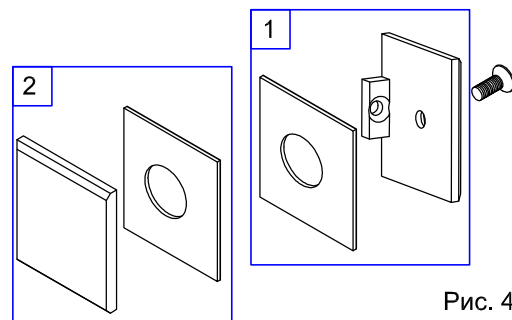
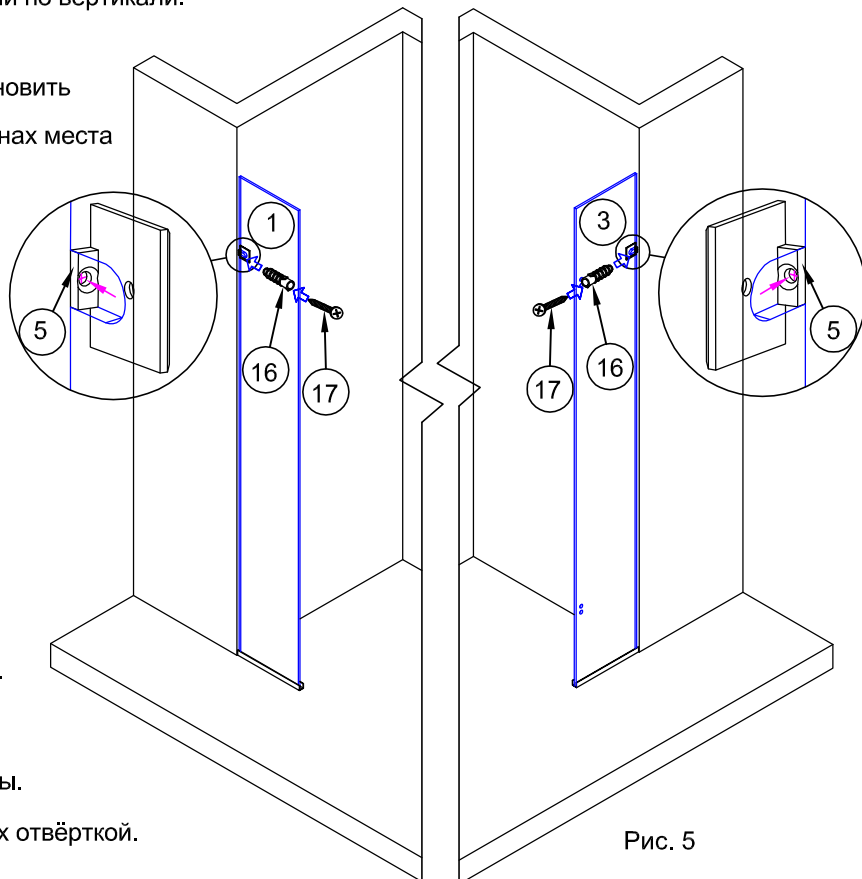

Рис. 4
Рис. 5
2.1. Шестигранным ключом раскрутить держатель стекла №5 (рис.4).
Установить стекло панелей №1 и №3 в профили №4 на полу (рис.5).
2.2. С внутренней стороны стекла в вырезы установить комплекты 1 держателей (рис.4). Отметить на стенах места отверстий для крепления держателей №5 (рис.5).
Вставить в отверстия дюбели №16. При необходимости использовать молоток. (рис. 5)
2.8. Установить комплекты 2 держателей (рис.4) с внешней стороны стекла и скрутить пакеты 1, стекло и пакеты 2 винтом.